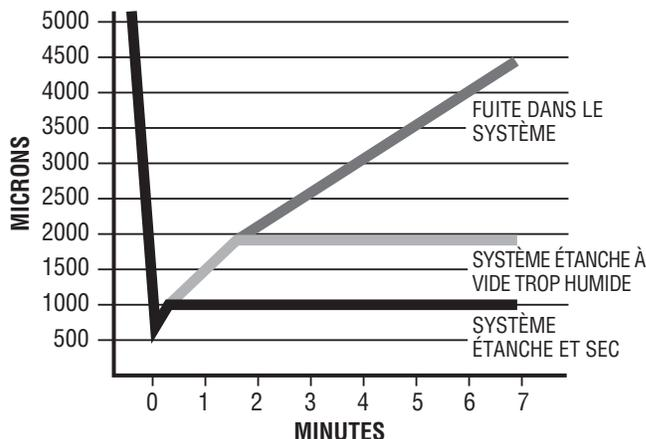

Figure 14 – Courbe de vide poussé
10. Effectuez une vérification des fuites sur l'appareil. Placez l'appareil sous vide à 500 microns. Lorsque vous isolez l'appareil de la pompe, la pression ne doit pas dépasser 1 500 microns en 7 minutes (Figure 14).